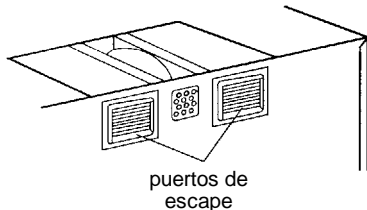

Figura 17
6. Coloque la unidad del ventilador otra vez en el gabinete. Revise que los puertos de escape estén orientados hacia la parte posterior del gabinete. Vea la figura 17.